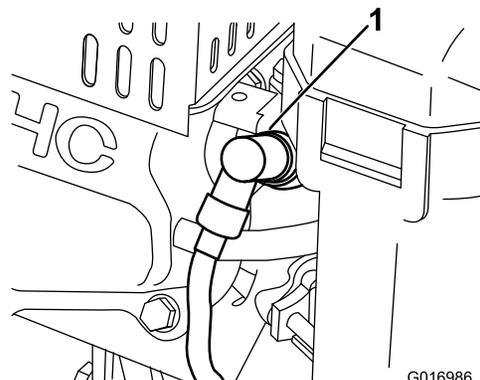

Figure 26
1. Débranchez la bougie (Figure 26).